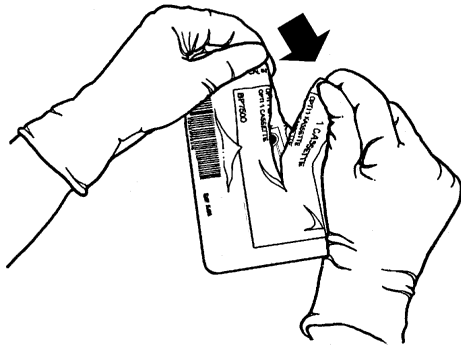

Fig. 5-2 Apertura del sobre del casete
- Abra el sobre con el Casete Sensor OPTI y retírelo. (Fig. 5-2).